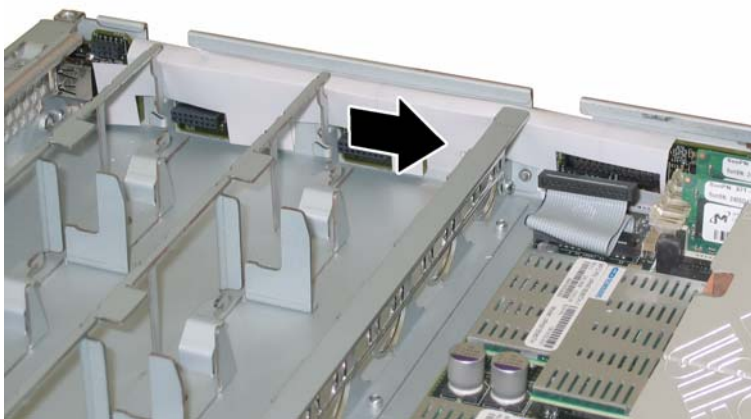

図 3-29 前面 I/O ボードのシャーシ固定タブからの取り外し
12. 前面 I/O ボードを静かにシャーシの後ろに向けて約 0.25 インチ (6mm) 押し、左右の下隅にある固定タブからボードを離します。図 3-29 を参照してください。